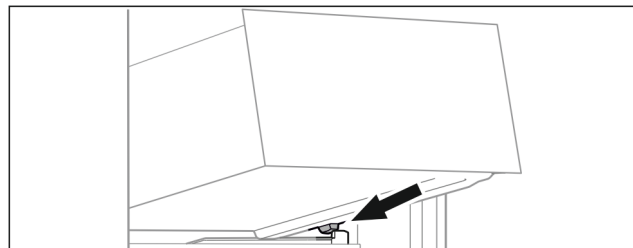

Fig. 67
- Applicare il cassetto inclinandolo dietro i fermi sulla nervatura del contenitore. (vedere Fig. 67)